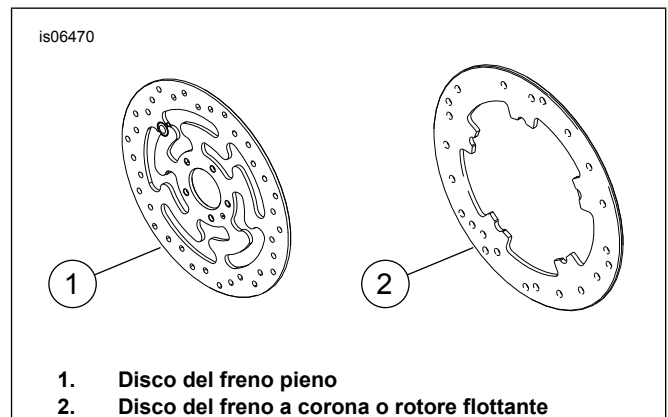

Figura 1. Tipi di dischi del freno anteriore
- Viti del disco del freno ( Vedere la figura 1. e Tabella 1 )